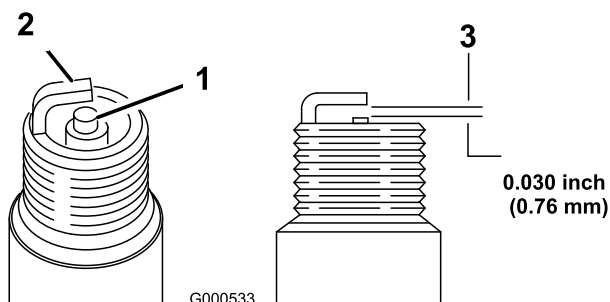

Figura 45
1. Controllate il centro delle candele (Figura 45).
2. Verificate la distanza tra gli elettrodi centrale e laterale (Figura 45), e se non è esatta piegate l'elettrodo laterale.